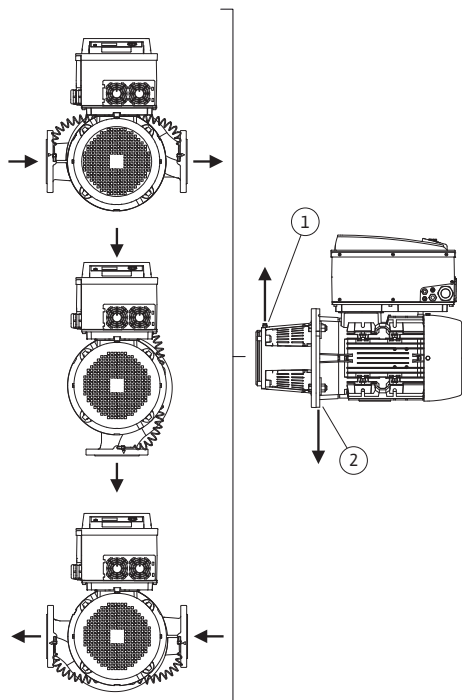

Fig. 14: Toegestane inbouwposities met horizontale motoras
De toegestane inbouwposities met horizontale motoras en elektronicamodule naar boven gericht (0°) zijn in Fig. 14 weergegeven.
De ontluftung van de pomp is optimaal gewaarborgd als het ontluftingsventiel omhoog wijst (Fig. 14, pos. 1).
Het condensaat dat ontstaat, kan gericht worden afgevoerd via aanwezige boorgaten, het pomplantaarstuk en de motor (Fig. 14, pos. 2).